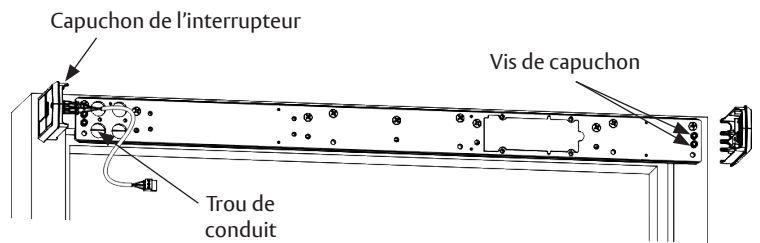

Figure 7
1. Poser deux (2) vis à chaque extrémité de la plaque arrière en laissant un espace d'environ 3/16" entre la tête de la vis et la plaque arrière. (Figure 7)
2. Faire glisser les capuchons derrière les têtes de vis et serrer les vis. (Figure 7)